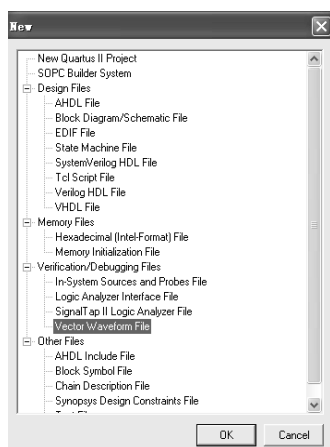
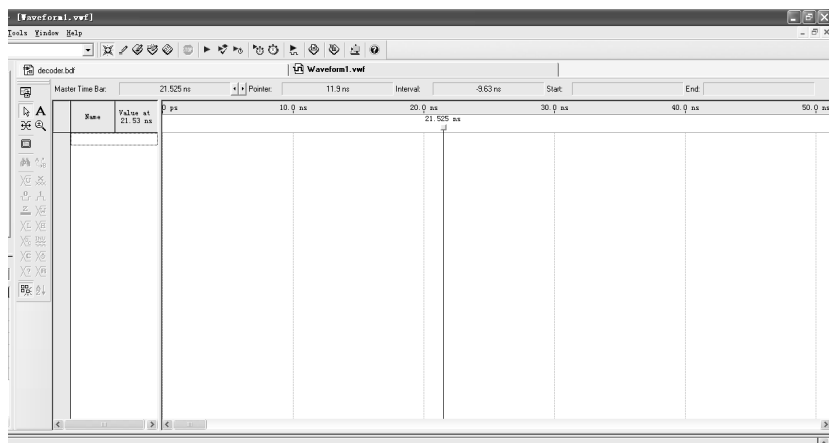

图 5.2.16 新建矢量波形文件
图 5.2.17 波形编辑器窗口
(1) 创建一个仿真波形文件。选择 File 菜单下的 New 命令，弹出新建对话框，选择“Vector Waveform File”命令，新建矢量波形文件，如图 5.2.16 所示，单击“OK”按钮，则新建并打开一个空的波形编辑器窗口，如图 5.2.17 所示。